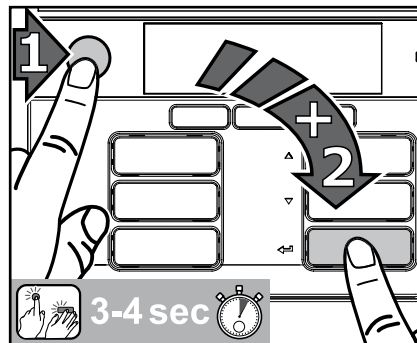

图 31
1. 先按停止键，然后按确认键 ，并将两个键同时按压3-4秒，以便进入清洁模式。(图 31)